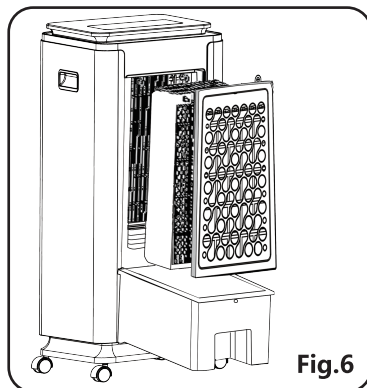

Fig.6
7. Pulire regolarmente il supporto antipolvere e il filtro dell'acqua svitandoli. Questi dovrebbero essere puliti utilizzando una soluzione delicata e insaponata e poi lasciati asciugare prima di essere sostituiti. (Fig.6)